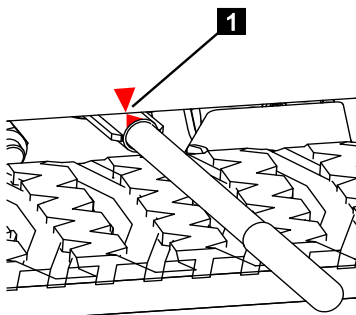

Fig. 85
9. S'assurer que le verrouillage est enclenché correctement. Pour cela, il faut avoir repoussé le levier de la pompe manuelle jusqu'à ce que les deux flèches (Fig.85/1) coïncident.